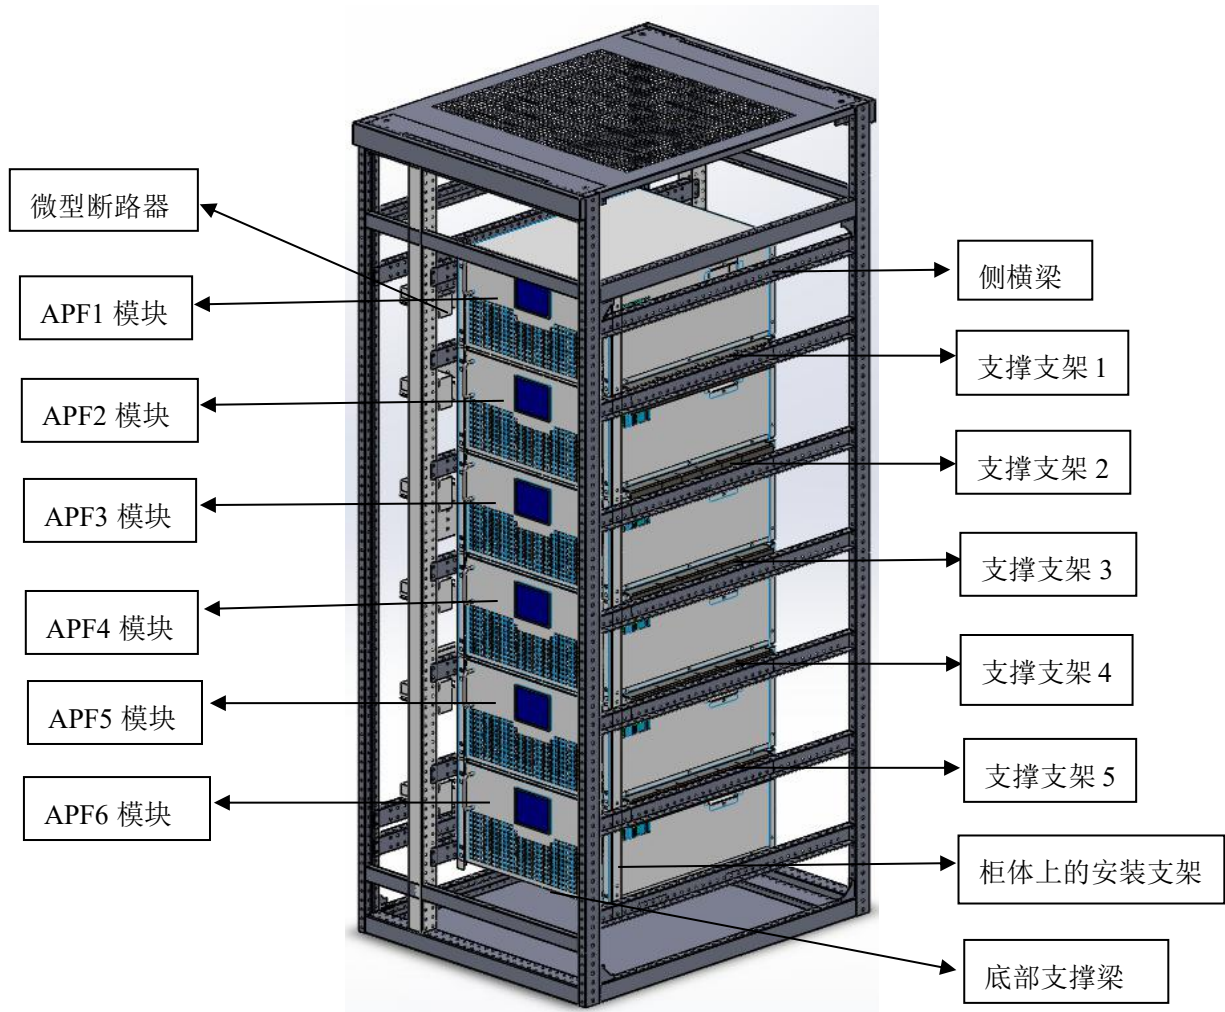

图 2-8 整机安装示意图
(2) 并机模块并机安装步骤说明
- a) 成套柜体内部模块支撑支架由上往下左右两边支撑支架序号分别是 1、2、3、4、5，支架置于柜体内侧横梁上，每个支架有对应序号数量的小孔，仅仅作为支架区别用，不做安装使用。柜内 4 个模块及以下数量的模块固定位置从安装支架 3 开始安装，即 APF1 模块置于支架 3 上，APF2 模块置于支架 4 上，若 4 个模块时，依次类推，APF4 模块置于柜内底部支撑支架上；若 5 个模块时，APF1 模块置于支撑支架 2 上；若六个模块时置于支撑支架 1 上，如下图 2-8 所示。